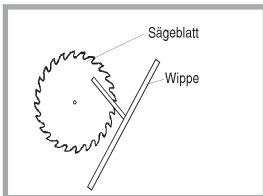

Abb. 3
- neues Sägeblatt in Schneidrichtung zur Bedienperson auf die Welle aufschieben (siehe Abb. 3 „Einbaurichtung des Sägeblattes“)